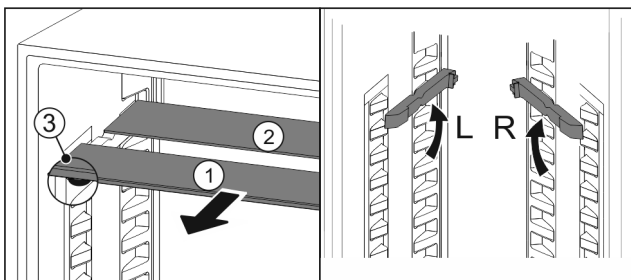

Fig. 81
- ▶ Glasplatten einzeln nach vorne herausziehen Fig. 81 (1).
- ▶ Glasplatte Fig. 81 (1) mit Zierleiste liegt vorne.
- ▶ Stopps Fig. 81 (3) zeigen nach unten.